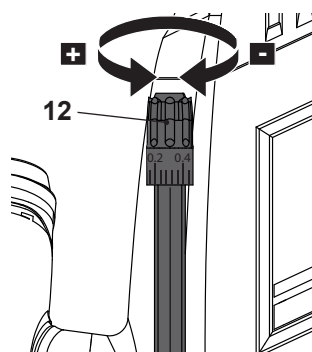

Fig. 17
- > Utilize o manípulo de ajuste fino da profundidade (12) para uma configuração precisa da profundidade de corte (Fig. 17).
- > Rode o manípulo de ajuste fino da profundidade (12) para a direita para aumentar a profundidade de corte.
- > Rode o manípulo de ajuste fino da profundidade (12) para a esquerda para diminuir a profundidade de corte.